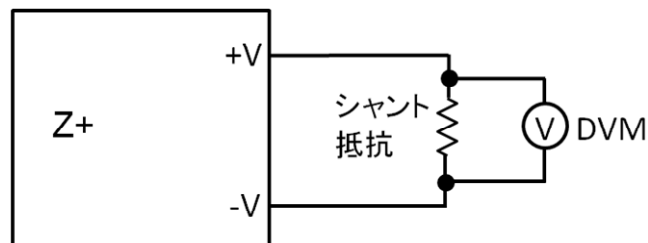

図4-13 DVMの接続図(CC動作確認の場合)
2. 図4-13のように電流測定用のシャント抵抗を出力端子間に接続してください。
3. 図4-13のようにDVM(電圧計)をシャント抵抗に接続してください。